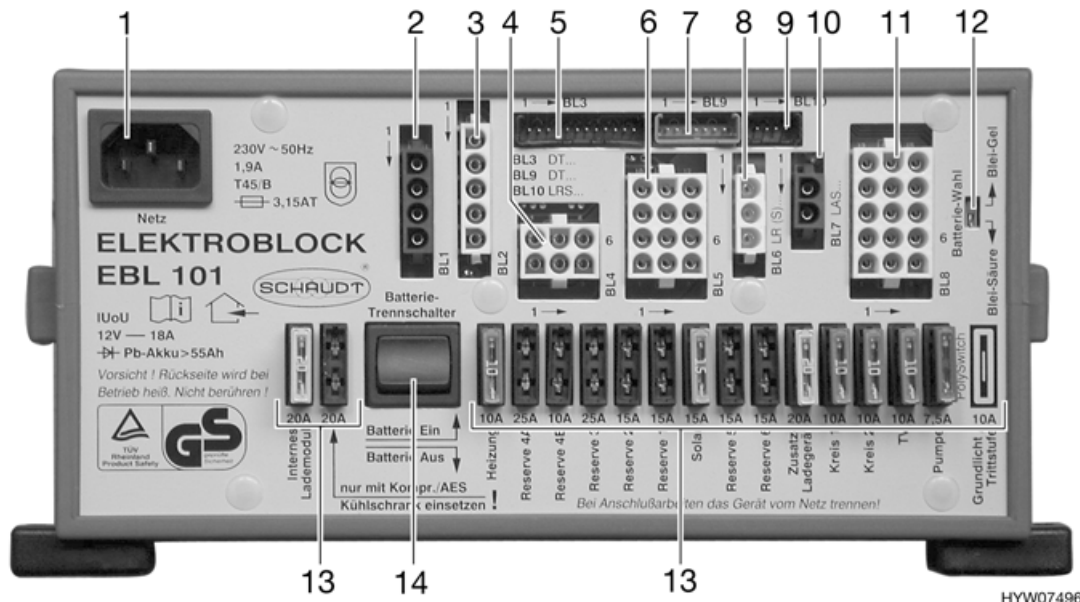

Bild 54 Elektroblock EBL 101
Der Elektroblock (Bild 54) befindet sich im Beistellschrank unter dem Beifahrerfenster.
Der Batterie-Trennschalter (Bild 54,14) schaltet alle 12-V-Verbraucher des Wohnbereichs aus, auch das Sicherheits-/Ablassventil. Dadurch wird eine langsame Entladung der Wohnraumbatterie vermieden, wenn das Reisemobil über längere Zeit nicht benutzt wird (z. B. vorübergehende Still-Legung).
- Die werkseitige Einstellung des Batterie-Wahlschalters (Bild 54,12) ("Blei-Gel") nicht verändern.